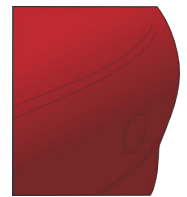

Figure 24
- › La pose est terminée. (FIG. 24)